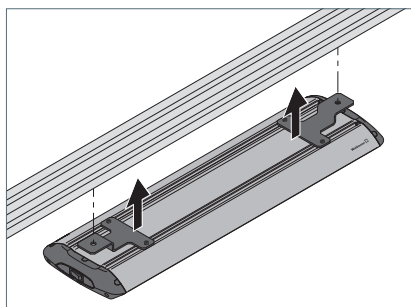
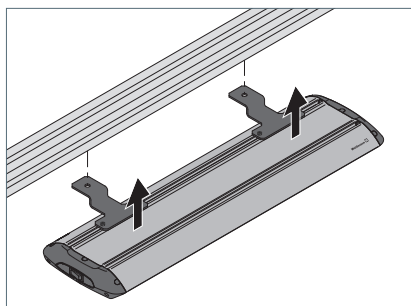

Fig. 8: Leuchte mit Montageart „Oben, fest“ montieren, Möglichkeit 1.
Fig. 9: Leuchte mit Montageart „Oben, fest“ montieren, Möglichkeit 2.
- Montieren Sie die Leuchte mit geeigneten Schrauben an die Montagefläche und ziehen Sie die Schrauben fest, siehe Fig. 8 oder siehe Fig. 9.